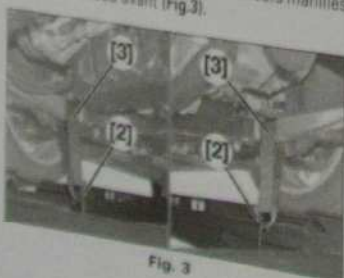

Fig. 3
- Engager les sangles [3] équipées de leurs manilles [2] sur le berceau avant (Fig.3).